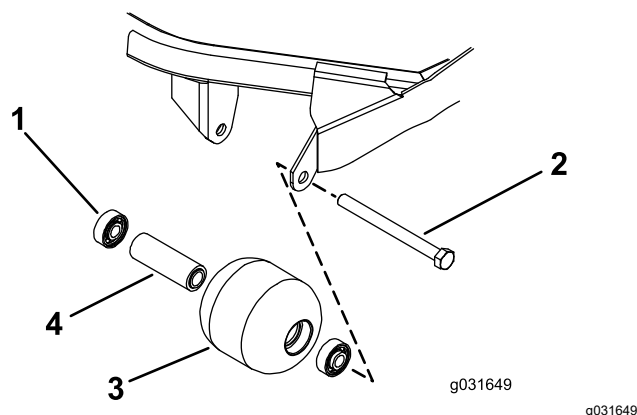

Figura 72
1. Retire o parafuso de montagem do rolo (Figura 72).
4. Verifique se a estrutura dos rolamentos, os rolamentos e o espaçador de rolamentos estão danificados (Figura 72).
1. Empurre só a calha externa ou, então, exerça o mesmo tipo de pressão nas calhas interna e externa, e empurre o primeiro rolamento para a estrutura do rolamento (Figura 72).
- Coloque o espaçador (Figura 72)
- Empurre só a calha externa ou, então, exerça o mesmo tipo de pressão nas calhas interna e externa, e empurre o segundo rolamento para a estrutura do rolamento até entrar em contacto com o espaçador (Figura 72).